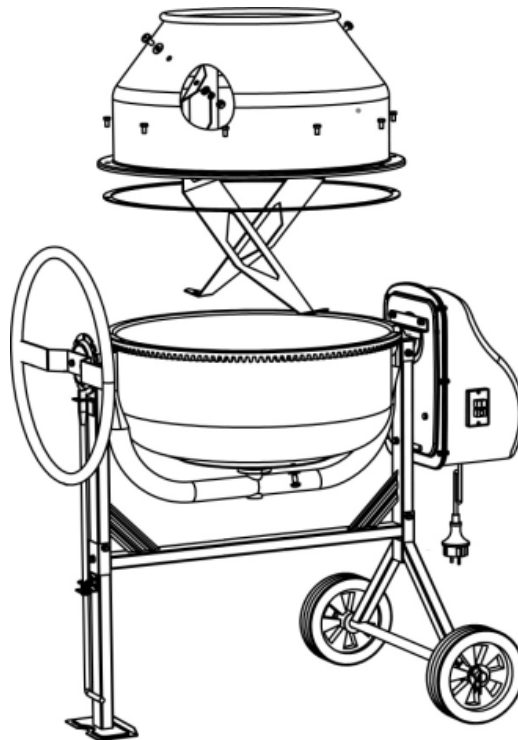

Abb.11
- Legen Sie die Gummidichtung auf die untere Einheit Mischtrommel (9), S.13, wie in Abb.11 folgende Seite dargestellt.
- Setzen Sie die obere Einheit Mischtrommel (6) auf die untere Einheit Mischtrommel.